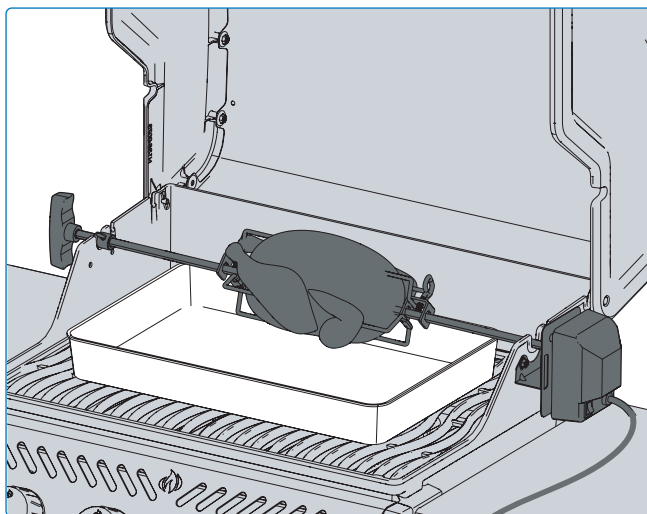

Fig. 15
- Asegúrese de colocar siempre una carga equilibrada en su asador (**Fig 15**).